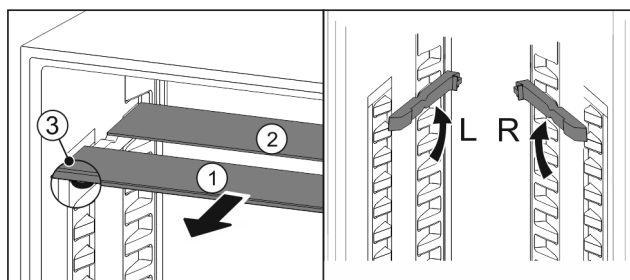

Fig. 33
- Издърпайте Fig. 33 (1) поотделно стъклени те плочи напред.
- ▷ Стъклената плоча Fig. 33 (1) с декоративната ластик е отпред.
- ▷ Ограничителите Fig. 33 (3) сочат надолу.